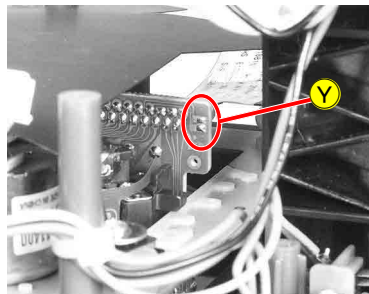

Fig. 13
- Vor abziehen des Flexprints zum CD-Laufwerk Sicherheitslötstelle $\text{\textcircled{Y}}$ (Fig. 13) schließen.
- Short circuit the safety solder pads $\text{\textcircled{Y}}$ (Fig. 13) before disconnecting the flexprint to the CD mechanism.